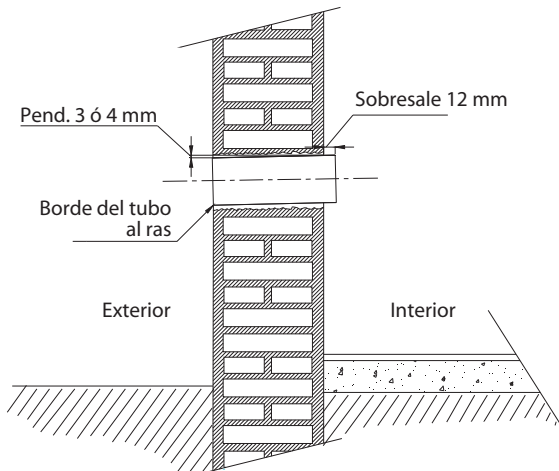

Fig. 10
- Asegúrese que el Tubo sobresalga 12 mm del lado interno de la pared y que queda al ras del lado exterior (Fig. 10).